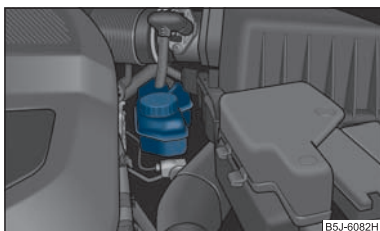

Abb. 144 Motorraum: Bremsflüssigkeitsbehälter
- Prüfen Sie den Bremsflüssigkeitsstand am Behälter ⇒ Abb. 144. Der Stand muss zwischen den Markierungen „MIN“ und „MAX“ liegen.